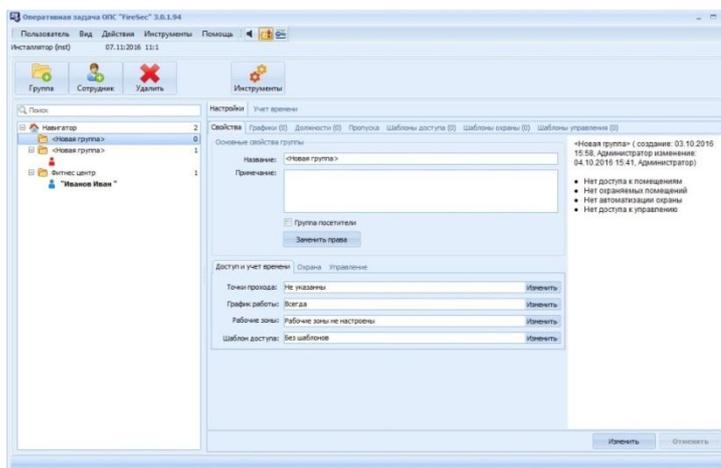

Рисунок 3.15 В приложении «Оперативная задача» у пользователя Инсталлятор открыт интерфейс СКУД
Настроить подключение для приложений «Администратор» и «Оперативная задача» необходимо с помощью кнопки  **Настройка подключения «FireSec Администратор»** панели инструментов и/или кнопка  **Настройка подключения для «FireSec Оперативная задача»** (Рисунок 3.15).
- В поле Интерфейсы можно выбрать вид рабочего интерфейса «Оперативной задачи», с которым будет работать данный пользователь. Например, если выбран интерфейс СКУД, при входе данного пользователя в приложение «Оперативная задача», будет отображаться только вкладка **Персонал** (Рисунок 3.15) Создание и настройка пользовательских интерфейсом См. 3.3.